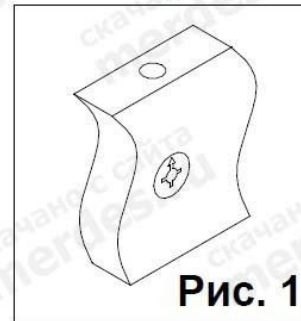
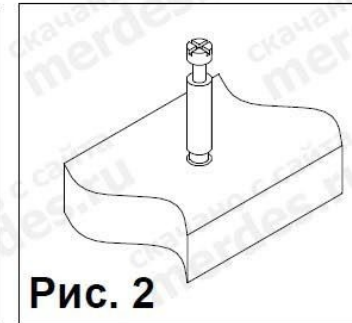

Рис. 1
Рис. 2
в соответствующие торцевые отверстия боковин 1 и 2. Вставить стяжки-растекс (3) в отверстия диаметром 15 мм расположенные на деталях 1 и 2 (см. рис. 1). Перевернуть полку 5 нижней стороной вверх (на нижней стороне этой детали имеются пластиковые муфты), и закрутить в муфты дюбеля стяжек-растекс (4) (см. рис. 2). Перевернуть полку 5 и присоединить ее к боковине 7 при помощи евроинтов (2) и шкантов (1). Далее соединить полку 5 с каркасом собранной тумбы (боковины 1 и 2) так, чтобы дюбеля стяжек-растекс (4) закрученные в полку 5 вошли
Затем вставить заглушку (16) в отверстие диаметром 60 мм расположенное на полке 5. После этого забить шканты (1) в два торцевых отверстия стойки 6 и соединить стойку 6 с полкой 5. Вставить стяжки-растекс в отверстия диаметром 15 мм расположенные с внутренней стороне боковины 7 (см. рис. 1). 2. Перевернуть столешницу 8 нижней стороной вверх и прикрутить опоры (15) саморезами (20). Закрутить в пластиковые муфты дюбеля стяжек-растекс (3)
(см. рис.2) Перевернуть столешницу и соединить ее с каркасом стола. Крепление произвести при помощи стяжек-растекс (3) и шкантов (1). Фиксацию стяжек-растекс (3) произвести путем поворота их по часовой стрелке.
Далее соединить стойку 9 с полкой 5 при помощи шкантов (1), а со столешницей 8 при помощи евроинтов (2). Затем забить шканты (1) в два торцевых отверстия стойки задней 11 и соединить ее с полкой 5. Следует учесть, что при правильной установке не кромленный торец должен быть обращен в сторону стойки 9, после этого закрутить дюбеля стяжек-растекс (4) в пластиковые муфты полки 10 (см. рис.2), и забив шкант (1) в соответствующее торцевое отверстие стойки 9 соединить полку 10 с деталями 9 и 11 при помощи стяжек-растекс (3)
4. Закрутить дюбеля стяжек-растекс (4) (см. рис.2) в пластиковые муфты полки 16 и соединить ее с деталями 12, 13, 14, 15. Крепление произвести при помощи стяжек-растекс (3), шкантов (9) и (2) и евроинтов (2).
5. Закрутить в пластиковую муфту расположенную на лицевой стороне полки 22 дюбель стяжки-растекс (4) (см. рис. 2). Соединить детали 23 и 13 с полкой 22. Надеть на
выступающие части шкантов (9) стенку заднюю 13 и 24. Далее перевернуть полку верхнюю 25 нижней стороной вверх (на нижней стороне этой детали имеется пластиковые муфты), и закрутить в муфты дюбеля стяжек-растекс (4) (см. рис.2). Забить шканты (1) в соответствующие торцевые отверстия деталей 12, 13, 23,24. Перевернуть полку 25 и соединить ее с каркасом стола. Фиксацию стяжек-растекс произвести путем поворота их по часовой стрелки. После этого прикрутить петли (21) к дверям 20 и 21. Установить двери, для чего вставить петли закрученные в дверях 20 и 21 в ответные планки петель (21) закрученные на стойках 18 и 17. Произвести фиксацию петель при помощи стопорного винта находящегося на ответной планки петли. При необходимости произвести регулировку петли с помощью регулировочного винта. далее установить ручки (12) к фасадам дверей и вставить в отверстия обозначенные "М" ограничители (17). Они будут служить ограничителем закрывания дверей 20 и 21.
Взять стенку заднюю выдвижного ящика и забить в соответствующие отверстия шканты (1). Соединить боковины ящика с задней стенкой. Фиксацию производить при помощи евровинтов (6). Далее положить каркас ящика на заднюю стенку и забить шканты (1) в соответствующие торцевые отверстия на боковинах ящика, и вставить стяжки растекс (19) (см.рис. 1). После этого вставить дно ящика в пазы на каркасе ящика, таким образом, чтобы дно ящика вошло в паз на стенке задней ящика. Далее закрутить в переднюю панель ящика в имеющиеся муфты дюбеля стяжек-растекс (4). Соединить переднюю панель ящика с каркасом. Фиксацию произвести путем поворота стяжки (19) по часовой стрелки. После этого положить ящик дном вверх и прикрутить ответные планки направляющих (7) к боковинам ящика при помощи саморезов (5). Далее к передней панели прикрепить ручку винтами М4х20, входящих в комплект ручки (при комплектации винтами М4х22 использовать прокладочные шайбы входящие в комплект фурнитуры). Аналогичным образом собрать остальные ящики. В переднюю панель ящика имеющего отверстие диаметром 20 мм вставить замок (23) со стороны паза, а с передней стороны панели вставить в это отверстие стопорное кольцо замка (23). Фиксацию замка произвести при помощи саморезов (5). Этот ящик устанавливается в верхнее положение тумбы.Задвинуть ящик и пометить положение начала передней панели относительно низа полки 5. Отметить 25 мм и закрепить запорную планку замка напротив расположение замка (23) при помощи саморезов (5).